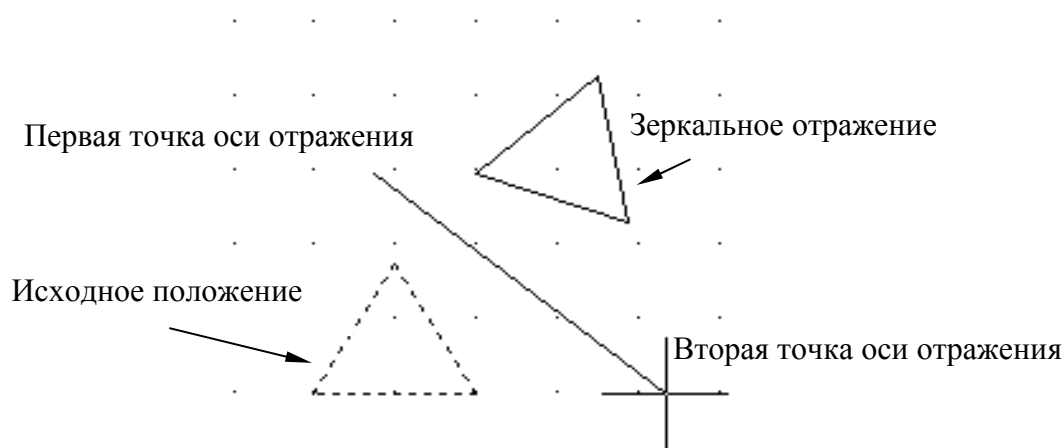

Рис. 1.12. Зеркальное отображение объектов
*Первая точка оси отражения:* Укажите первую точку оси отражения как на рис. 1.12 и щелкнув левой кнопкой мыши.